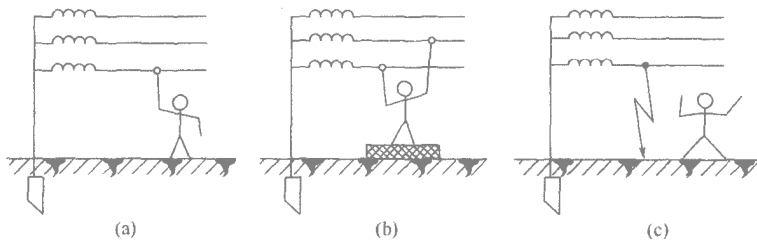

图 2-1 电击的种类
a. 单线电击（单相触电）——单相触电是指人体在地面或其他接地导体上，人体其他某一部位触及一相带电体的触电事故。大部分触电事故都是单相触电事故。单相触电事故的危险程度与电网运行方式有关。如图 2-1 (a) 所示。
b. 两线电击（两相触电）——是指人体两处同时触及两相带电体造成的触电事故。两相触电的危险性一般是比较大的。漏电保护装置对两线电击是起不到保护作用的。如图 2-1 (b) 所示。
c. 跨步电压触电——跨步电压触电是指人在接地点附近，由两脚之间的电位差引起的触电事故。高压故障接地处，或有大电流（如雷电）流过的接地装置附近都可能出现较高的跨步电压。如图 2-1 (c) 所示。